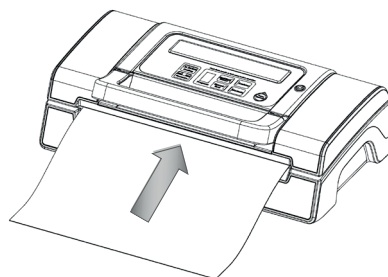

Fig. 8
8. Tryck på handtaget för att öppna skyddet och ta påsen ut ur maskinen, påsen är klar och redo att användas. (Fig.8)